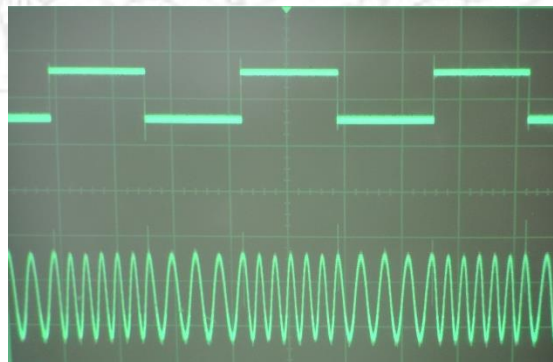

Figura 11.3 Comparación entre TP6 y TP16.
5. Conectar el canal 1 del osciloscopio a TP6 y el canal 2 a TP16 y a continuación analizar la señal de datos de la señal FSK. Regular la fase (PHASE) de la portadora de 1200 Hz para tener una continuidad de señal FSK en el cambio entre las dos frecuencias (Figura 11.3).